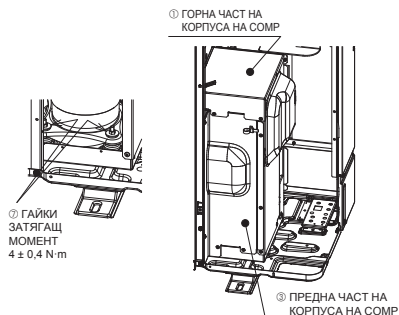

Fig. 4-2
- След премахването на фиксиращите части на COMP затегнете гайките и върнете ГОРНА ЧАСТ НА КОРПУСА НА COMP и ПРЕДНА ЧАСТ НА КОРПУСА НА COMP в първоначалното им състояние. (Fig. 4-2)